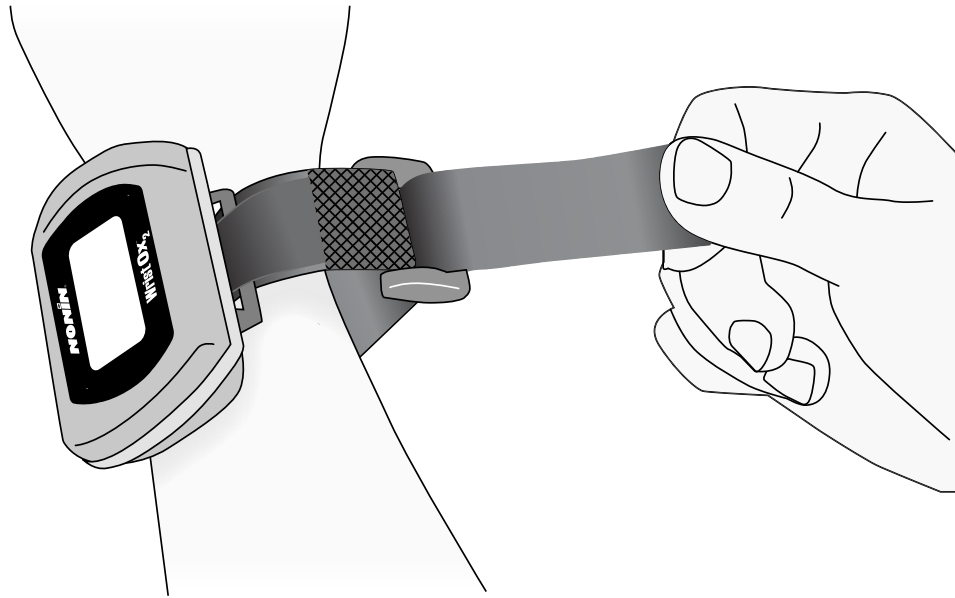

Abbildung 11: Handgelenkband durchführen und festziehen
3. Das abgerundete Ende des Handgelenkbandes durch den Kunststoffring führen. Dann das Band durch den Kunststoffring ziehen, bis das Gerät angenehm am Handgelenk anliegt (Abbildung 11).